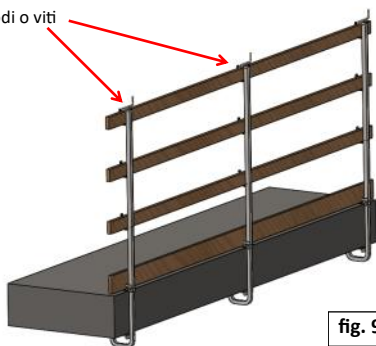

fig. 9
- Completare il montaggio del sistema di protezione provvisorio, inserendo negli appositi sostegni, le tavole (fig. 9 a pag. 9) in legno di abete o di altra essenza (classe minima di resistenza C16 – UNI EN 338), o con altri profili metallici di altezza non superiore ai 100/150mm e in grado di resistere ai carichi richiesti dalla normativa UNI EN 13374:2019;
- Le tavole (fig. 9) o i profili utilizzati devono essere integri sotto l'aspetto della resistenza e la loro lunghezza minima deve essere superiore di almeno 400 mm a due campate. (esempio: 1400 mm + 1400 mm + 200 mm + 200 mm = 3200 mm)